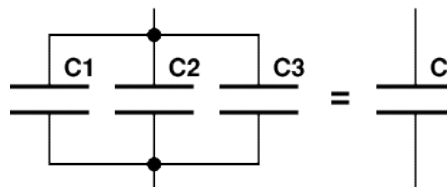

Рисунок 2 – Параллельное соединение 3-х конденсаторов и эквивалентный участок
2) Параллельное соединение (рисунок 2), при котором эквивалентная емкость равна сумме емкостей всех параллельных участков: